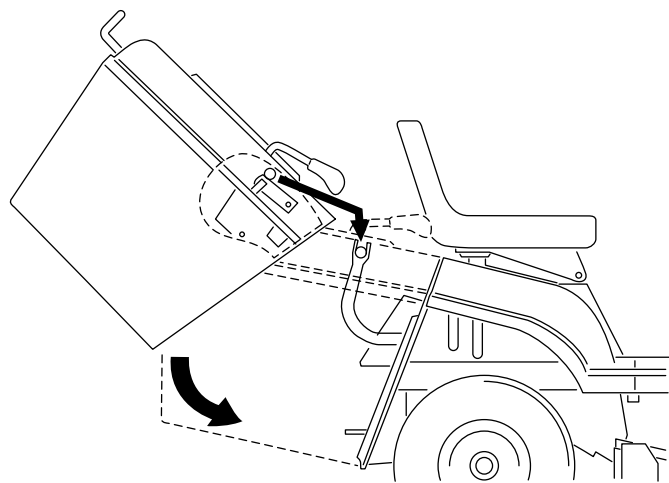

Figura 38
1. Inclinate in avanti, con entrambe le mani, il cesto di raccolta (Figura 38).
2. Inclinate in avanti il cesto di raccolta a 40° circa, ed appoggiatelo sulle due staffe di supporto sul retro del trattore (Figura 38).